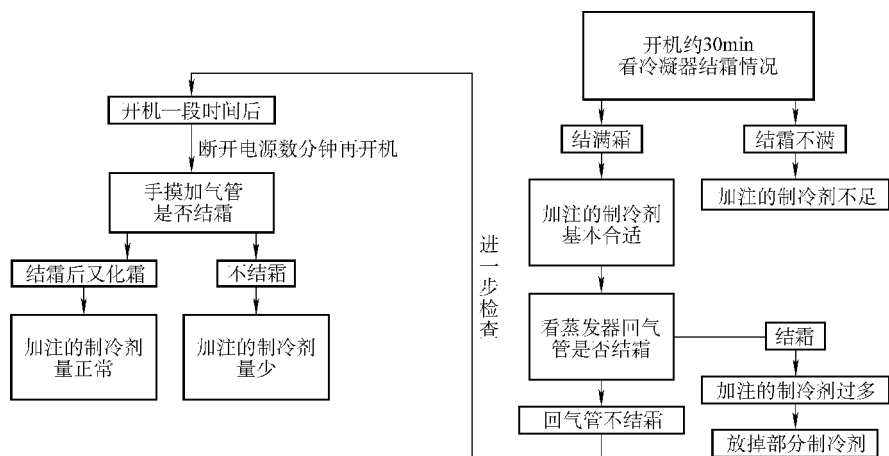

图 3-73 确定制冷剂加注量是否合适的工作流程
5) 试机观察制冷效果，以进一步确定制冷剂的加注量，如图 3-73 所示。如果试机发现制冷剂加注量合适，则整个制冷剂加注过程完成。